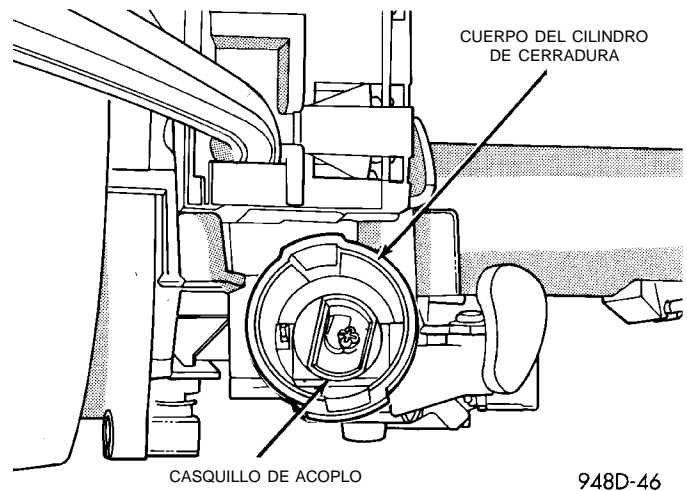

Fig. 46 Casquillo de acoplo en el cuerpo del cilindro de cerradura
- (1) Instale la llave en el cilindro de la cerradura. Gire la llave a la posición RUN (la lengüeta de retención en el cilindro de cerradura puede oprimirse).
- (2) El eje del extremo del cilindro de la cerradura se alinea con el casquillo de acoplo situado en el extremo del cuerpo. Para alinear el casquillo de acoplo con el cilindro de la cerradura, asegúrese de que el primero se encuentre en la posición RUN (Fig. 46).